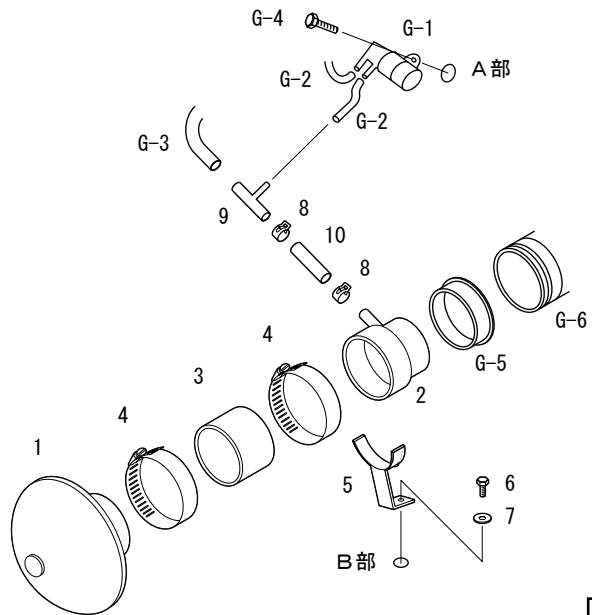

図4
- (3) キットパーツを仮付けしてください。(図4、図5)
- (4) ACVホース、アイドルUP用ホースを配管してください。(図4)